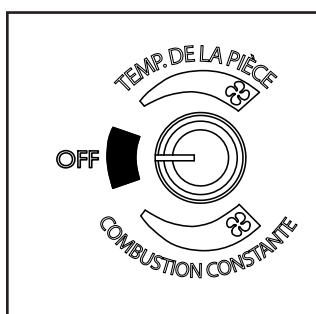

Figure 4.1
1. Un capteur de pièce est requis pour le bon fonctionnement de cet appareil en mode « Room Temp » (Température de la pièce). À ce moment, remplissez la trémie de granules, en vous assurant que les commandes sont réglées à « OFF » (Arrêt) (figure 4.1). Branchez le cordon d'alimentation dans une prise mise à la terre à proximité.